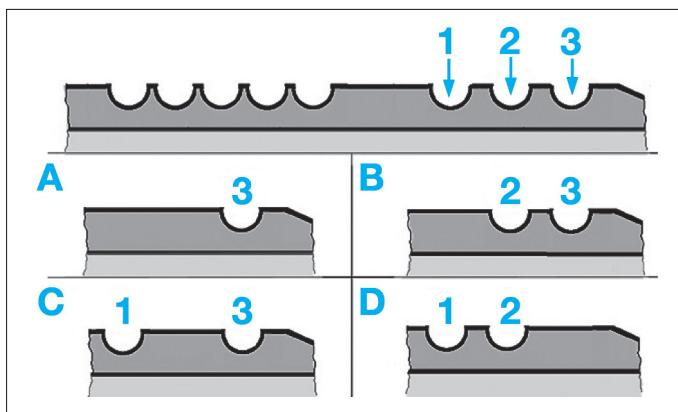

FIG. 4
La marque Reinz est identifiable avec les encoches (1) et (3) disposées repère (C). Les encoches disposées repères (A) et (B) représentent la marque ERLING. Les encoches repère (D) représente la marque FEDERAL MOGUL (Fig.4).